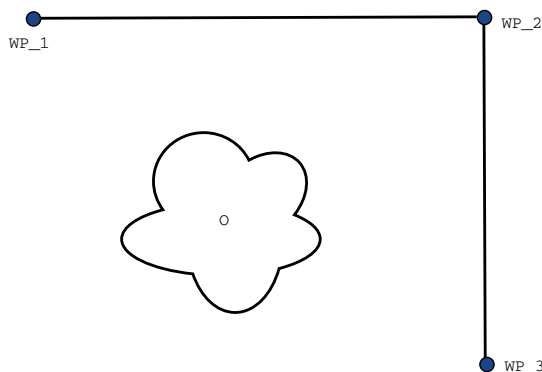

Figura 16.2: WP\_1: posizione iniziale, WP\_2: punto intermedio, WP\_3: posizione di pick-up, O: ostacolo.
**Esempio** Prendere in considerazione come esempio un'applicazione di presa e posizionamento (vedere figura 16.2) in cui il robot si trova al momento nel punto percorso 1 (WP\_1) e deve prelevare un oggetto nel punto percorso 3 (WP\_3). Per evitare collisioni con oggetti o altri ostacoli (O), il robot deve avvicinarsi a WP\_3 nella direzione proveniente dal punto percorso 2 (WP\_2). Pertanto, vengono introdotti tre punti percorso per creare un percorso in grado di soddisfare i requisiti.